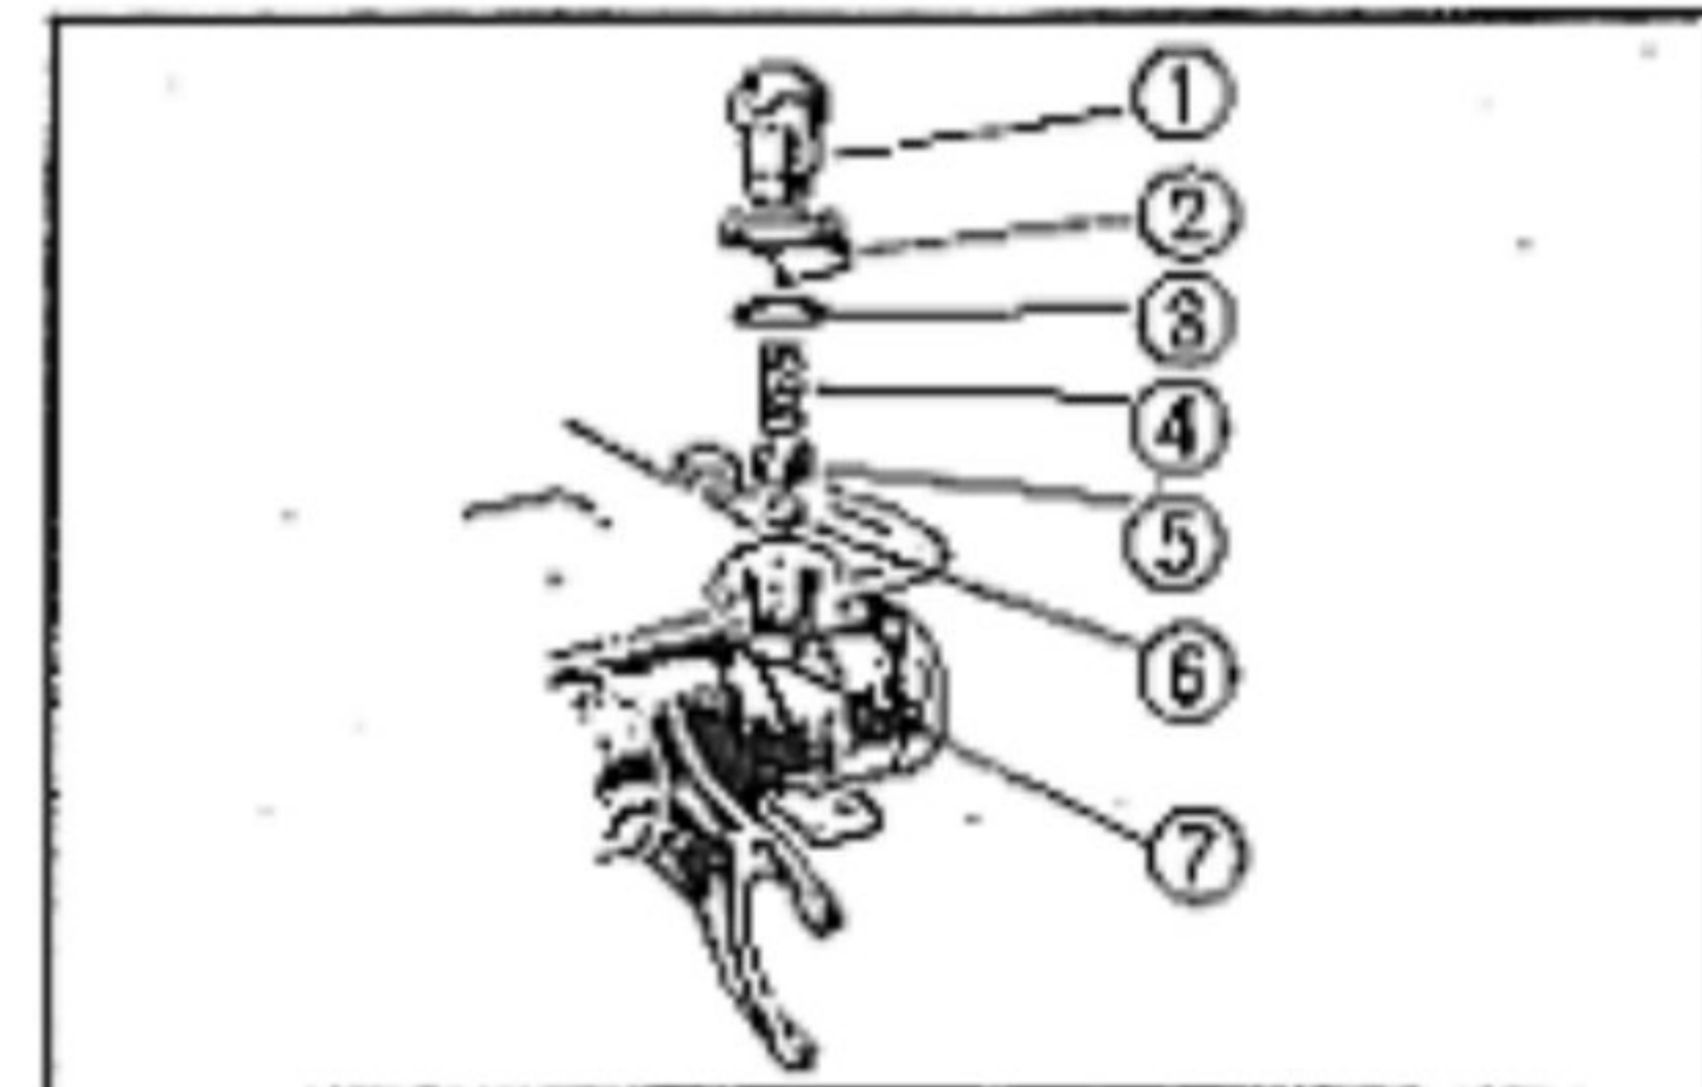

Fig. 3-83 ① Molla.
3. Collocare la parte incavata nel tamburo selettore come indicato in fig. 3-83 ed installare la sfera di acciaio, il cappello della molla e la molla, e quindi bloccare il tutto mediante il bullone di fissaggio.